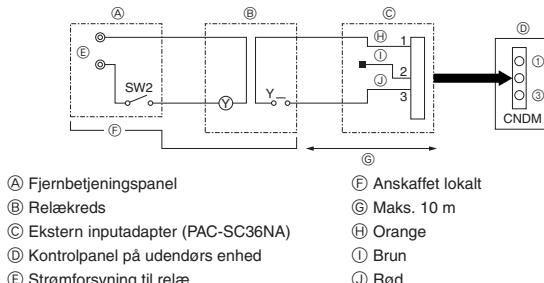

Fig. 9-2
9.2. Efterspørgselsfunktion (ændring på stedet) (Fig. 9-2)